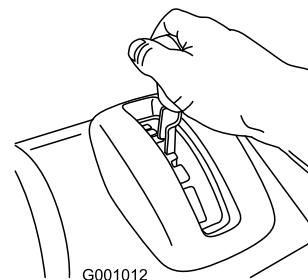

Bild 13
1. Stellen Sie den Geschwindigkeitsschalthebel auf die gewünschte Vorwärtsstellung; stellen Sie sicher, dass er in der Kerbe einrastet (Bild 13).